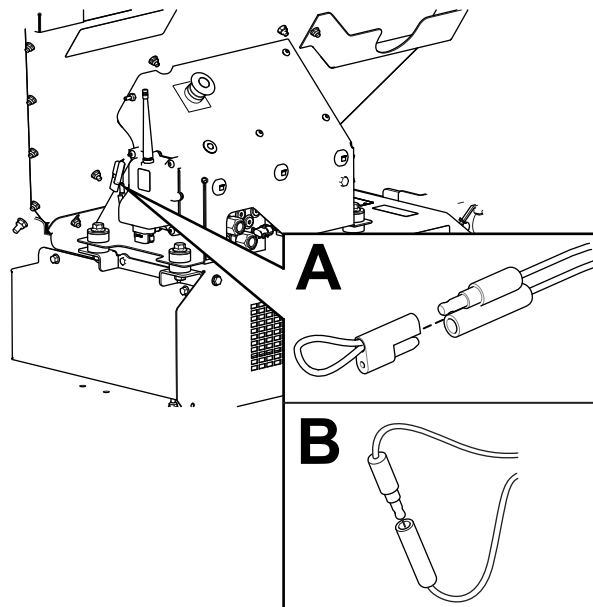

Bild 59
2. Ziehen Sie die unverlierbare Kappe von den zwei Diagnostik-Shuntsteckern ab (Bild 59 A).
3. Stecken Sie die Diagnostik-Shuntstecker zusammen (Bild 59, B).
2. Trennen Sie die Diagnostik-Shuntstecker (Bild 59 B).
3. Drücken Sie die unverlierbare Kappe auf die zwei Diagnostik-Shuntstecker (Bild 59, A).